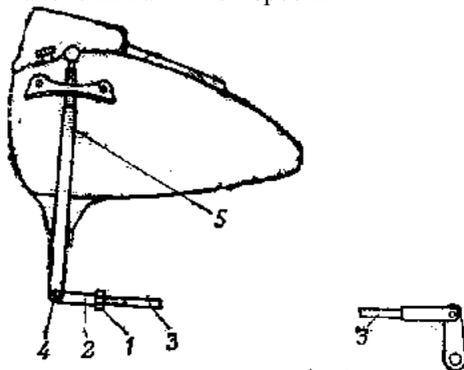

Рис. 40. Привод управления коробкой перемены передач:
2. Отвернуть на пять-шесть оборотов контргайку 1 (рис. 40) регулировочного наконечника тяги 3 коробки.